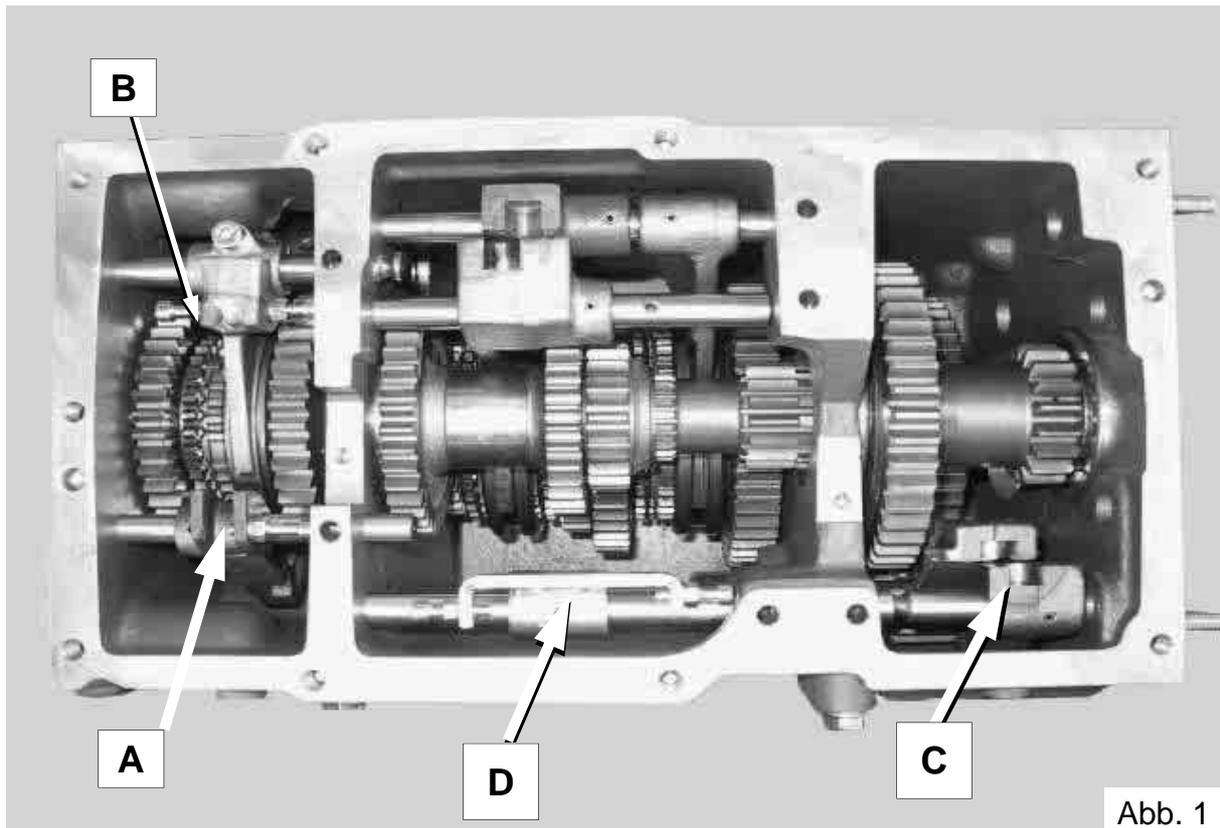

Abb. 1
Das Pedal muss ein Spiel von 20 mm haben. Der Pedalweg insgesamt beträgt 130 mm (Abb. 1).
- Die Stellschraube 1 (Abb. 1) losschrauben, um das Spiel des Hebels zu erhöhen; sie anziehen, um es zu verringern.
Unter Bezug auf die Abb. 1 befinden sich die mit dem Buchstaben **C** gekennzeichneten Schaltvorrichtungen für die Maschinen mit seitlichen Hebeln so angeordnet wie in der Abbildung.
Das Zahnrad Z 29 von Abb. 2 wird durch die Gabel **A** von Abb. 1 betätigt. Wenn es sich in der Position 5 befindet, ist das Wendegetriebe gewählt, während dann, wenn es sich in Position 3 befindet, -20 % gewählt sind.
Die Gabel **B** von Abb. 1 steuert je nach der Position der Gabel **A** die Wahl der Untersetzung -20 % oder des Wendegetriebes.